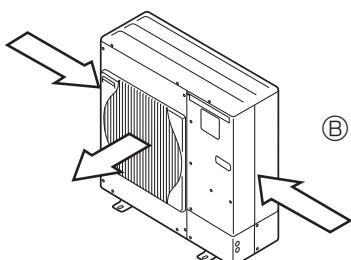

Fig. 2-4
- ② Установите дополнительный воздуховод, если прибор установлен в месте, где сильный ветер от тайфуна и т.д. может попадать непосредственно в вентиляционную решётку. (Fig. 2-4)
- ③ А Воздухозащитная направляющая